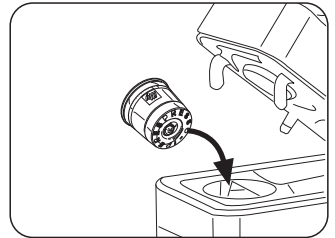

Fig. 8
- Levantar hacia atrás lentamente (hasta que se pare) la palanca de mando (1) (Fig. 7) e introducir una cápsula en el espacio al efecto (Fig. 8)